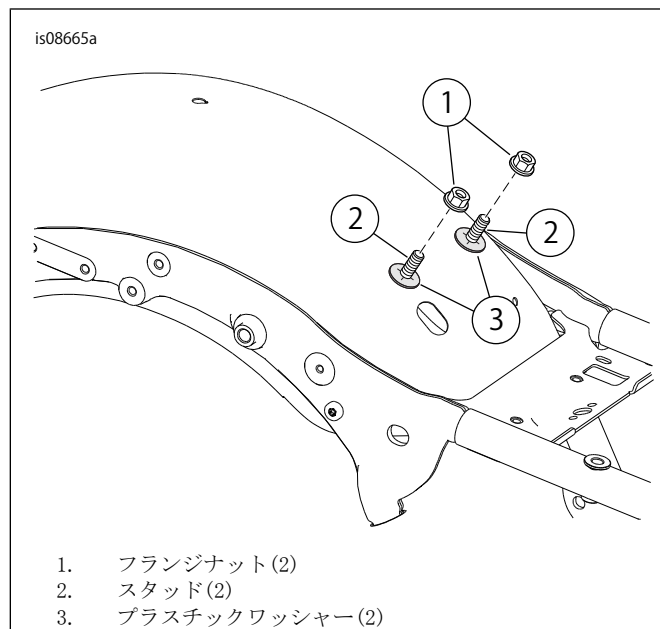

図2。取り付け金具
3. 「図2」を参照。ナット(1)を取り外します。ワッシャー(3)およびスタッド(2)を所定の位置に残します。
5. 図2マウントベースをスタッド(2)とプラスチックワッシャー(3)の上にセットします。